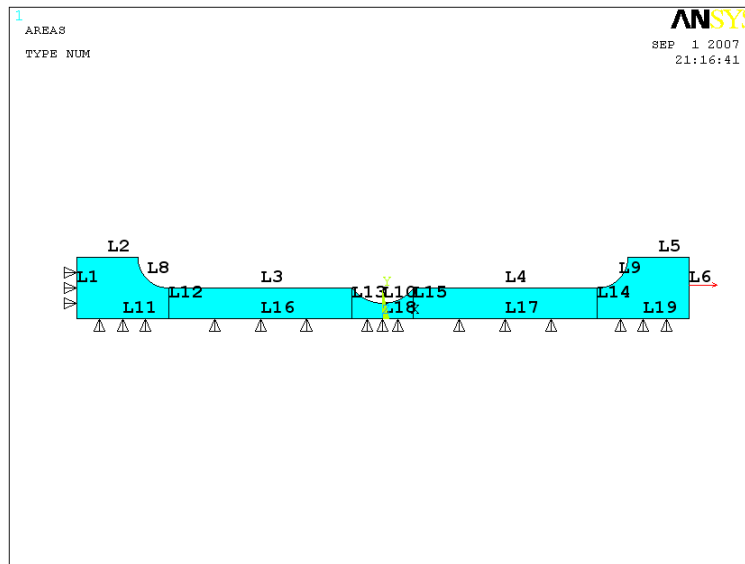

Рисунок 35. Результат приложения нагрузки к модели образца
- Нажать кнопку **OK** (Рисунок 35).